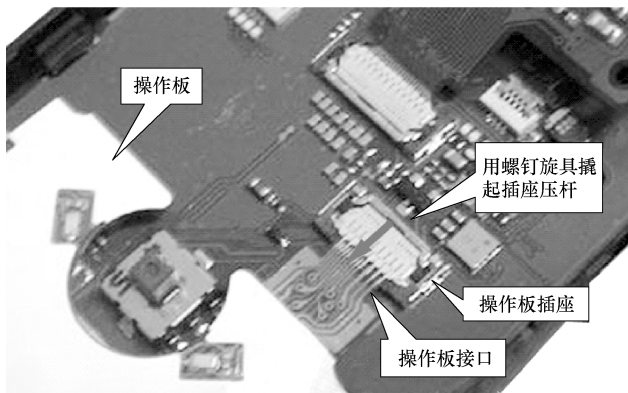

图 3-3 拆卸操作板操作示意图
- 1) 用螺钉旋具将操作板与主板的连接插座压杆撬起, 如图 3-3 所示。